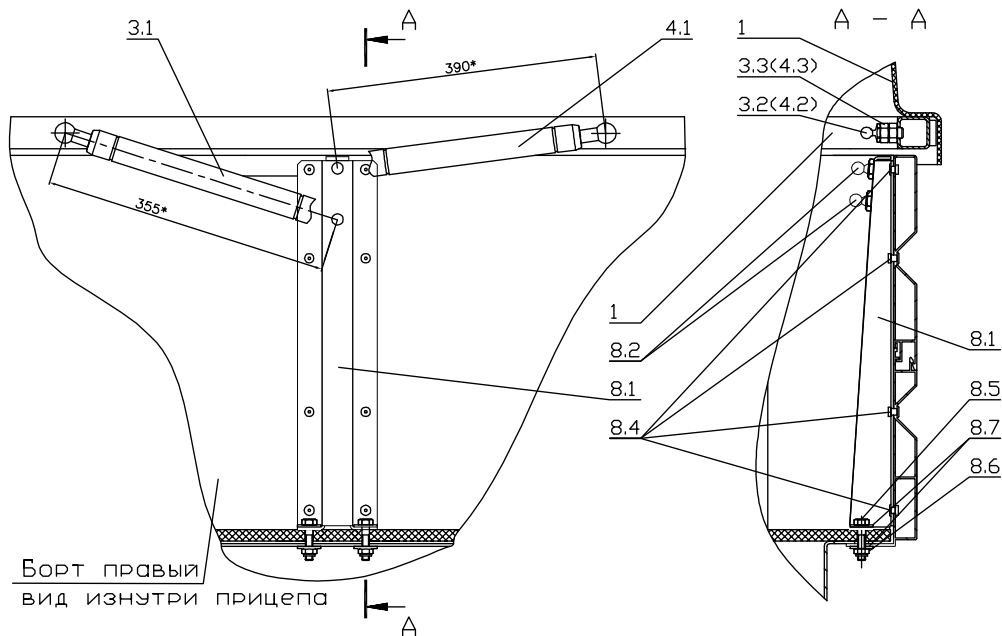

Рисунок 2.
10. Прикрутить верхние шаровые шарниры 4.2 через дистанционную гайку 4.3 (рис. 2г, сечение А-А).
11. Просверлить отверстие $\varnothing 9$ мм в левом и правом борту прицепа на расстоянии 10мм от верхнего края борта и 10мм от заднего края стойки, как показано на рис.2г.
12. Прикрутить нижние шаровые шарниры 4.2 (рис. 2г, сечение В-В).
14. Установить стопоры газовых упоров 4.5 (рис. 2г).
Рисунок 2г.
10. Прикрутить верхние шаровые шарниры 3.2 и 4.2 через дистанционные гайки 3.3 и 4.3 (рис. 2д, сечение А-А и сечение В-В).
11. Просверлить отверстие $\varnothing 9\text{мм}$ в левом и правом борту прицепа на расстоянии 10мм и 50мм от верхнего края борта и 10мм от заднего края стойки, как показано на рис.2д.
12. Прикрутить нижние шаровые шарниры 3.2 и 4.2 (рис. 2д, сечение Б-Б).
Рисунок 2д.
11. Прикрутить верхние шаровые шарниры 3.2 и 4.2 через дистанционные гайки 3.3 и 4.3 (рис. 2, сечение А-А).
12. Изнутри прицепа, при закрытой крышке, установить стойку газовых упоров, таким образом, что бы от центра заднего шарового шарнира крышки до центра верхнего шарового шарнира стойки было 395-405 мм. (355, для крышки модели 251214), а от центра переднего шарового шарнира крышки до центра нижнего шарового шарнира стойки было 355-365 мм. (не сверлить для крышки модели 251214), как показано на рис.2д. Удерживая стойку газовых упоров, через отверстия стойки просверлить отверстия диаметром 5 мм., в борту прицепа, и отверстия диаметром 6 мм. в полу прицепа
13. Закрепить стойку газовых упоров, **сначала к полу прицепа** болтами М6х25 (затянуть гайки усилием 12 Н/м.), потом вытяжными заклёпками ф4,8х10 (верхний и нижний ряд заклёпок вставляется изнутри прицепа а средние ряды снаружи), как показано на рис.2д.